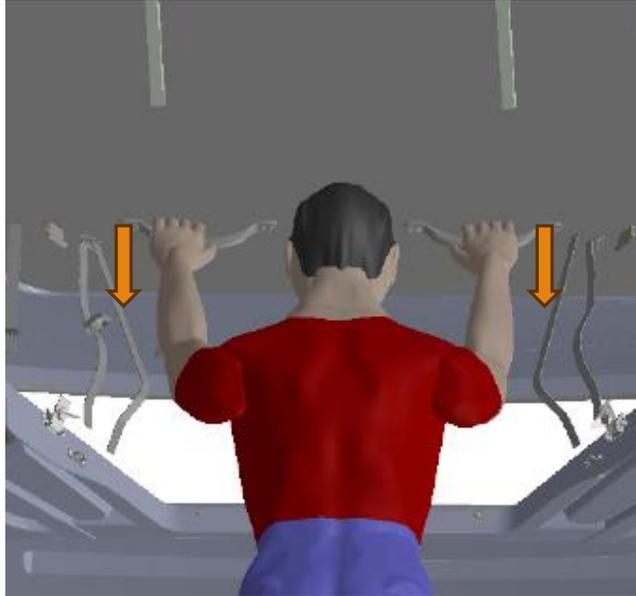

Fig. 5
- Saisissez les deux sangles de tension avec les deux mains simultanément, en tirant chaque sangle vers le bas avec une main. Effectuez l'opération de manière uniforme, afin de ne pas provoquer l'inclinaison du toit d'un côté ou de l'autre du véhicule. En tirant vers le bas, arrêtez la chute du toit en saisissant les poignées situées à côté des sangles. (Fig. 5)